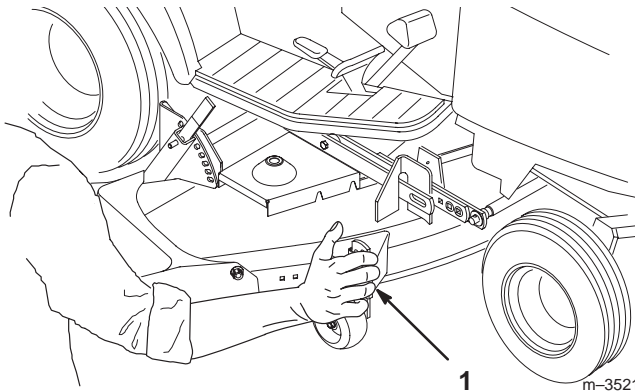

Figure 8
- Après avoir placé les deux goupilles en J dans les supports de fixation, positionnez le plateau de coupe de sorte que la barre de fixation s'engage dans le montant Attach-A-Matic™ central en vous aidant du dispositif de commande d'accessoire et en plaçant la main sur le support de la roue avant droite réglable du plateau de coupe (Fig. 8).